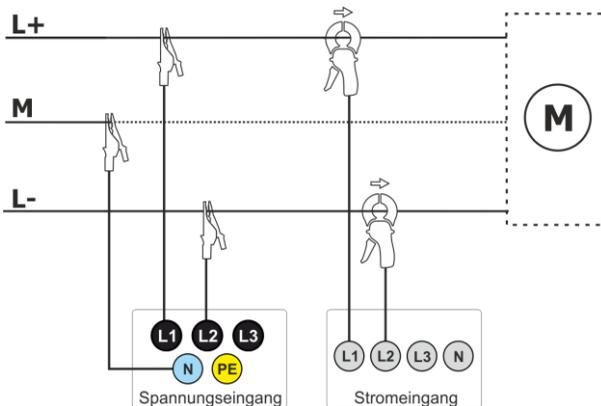

Abb. 26. Schaltbild – DC+M Netz (bipolar)
- DC+M – zwei-Spannungs DC Netz mit Mittelpunkt (Abb. 26)